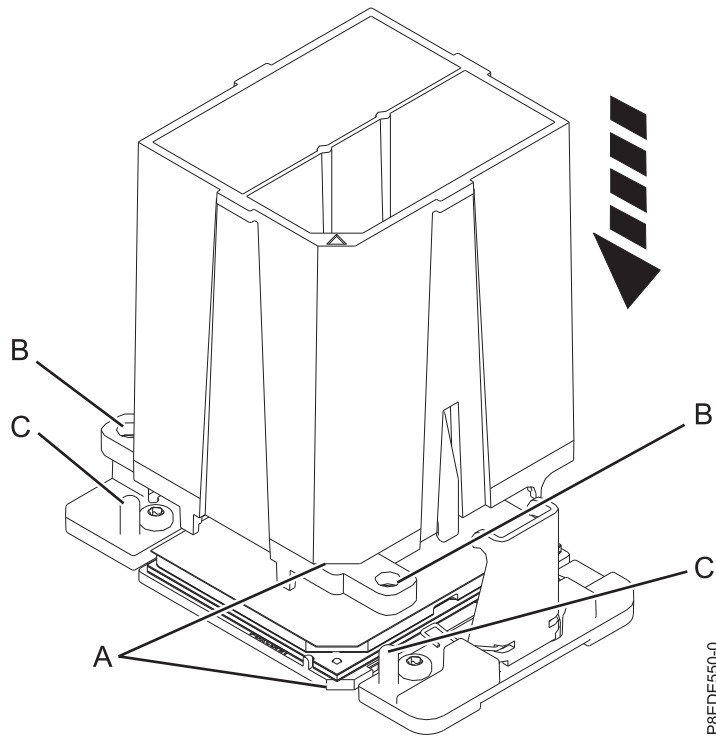

Figura 29. Cómo bajar la herramienta de extracción en el módulo del procesador del sistema
- a. Utilizando la herramienta de extracción suministrada, alinee la esquina biselada (A) de la herramienta sobre la esquina biselada del módulo del procesador del sistema, como se muestra en la Figura 29 en la página 30.
- b. Baje la herramienta sobre el módulo del procesador del sistema, asegurándose de que las dos patillas de guía (C) se inserten en los orificios de alineación (B) en cada lado de la herramienta.